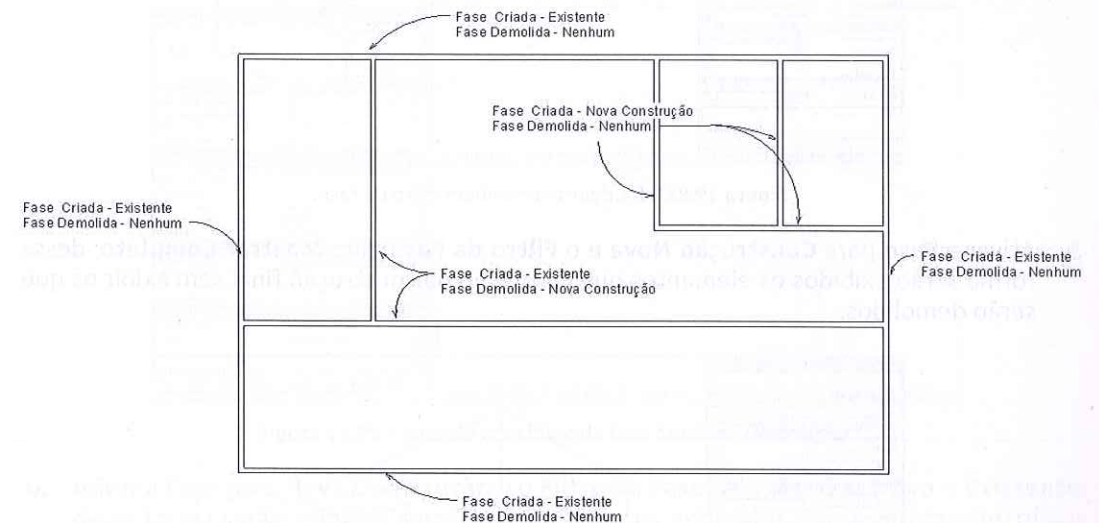

Figura 19.86 – Fases atribuídas às paredes.
1. Criar as paredes e aplicar as propriedades de Fases selecionando as paredes como indicado na Figura 19.86. Veja que estamos aplicando três tipos de fases às paredes: